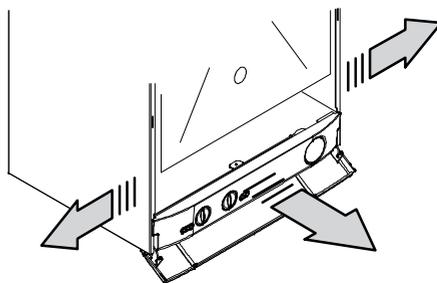

Fig. 5.17
- Spostare i pannelli laterali e estrarre frontalmente il pannello comandi per accedere alla morsettiera di alimentazione Fig. 5.17 .